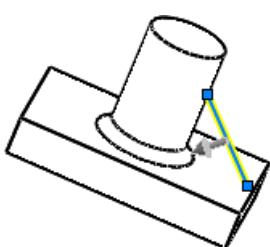
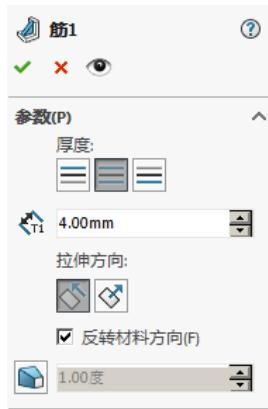

图 5.11.4 定义筋(肋)的生成方向
图 5.11.5 “筋”对话框(二)
(1) 定义筋(肋)的生成方向。如图 5.11.4 所示的箭头指示的是筋(肋)的正确生成方向，若方向与之相反，可选中如图 5.11.5 所示“筋”对话框(二) **参数(P)** 区域的 反转材料方向(F) 复选框。
(2) 定义筋(肋)的厚度。在如图 5.11.5 所示的“筋”对话框(二)的 **参数(P)** 区域中单击 \equiv 按钮，然后在 Tr 文本框中输入数值 4.00。